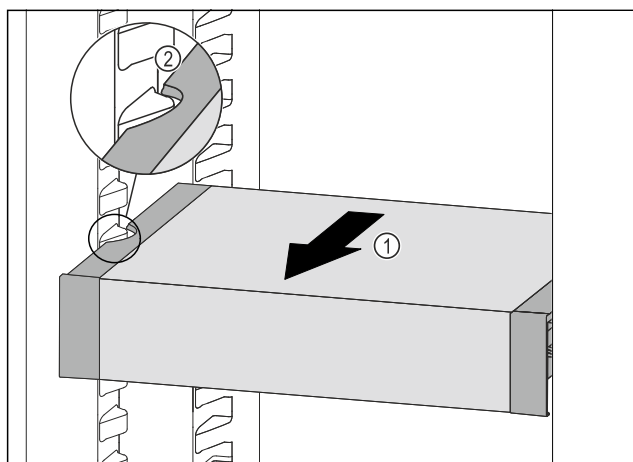

Fig. 148
- VarioSafe nach vorne ziehen Fig. 148 (1), bis sich die seitlichen Aussparungen des VarioSafes auf Höhe der Behälterrippe im Kühlteil befinden. Fig. 148 (2)